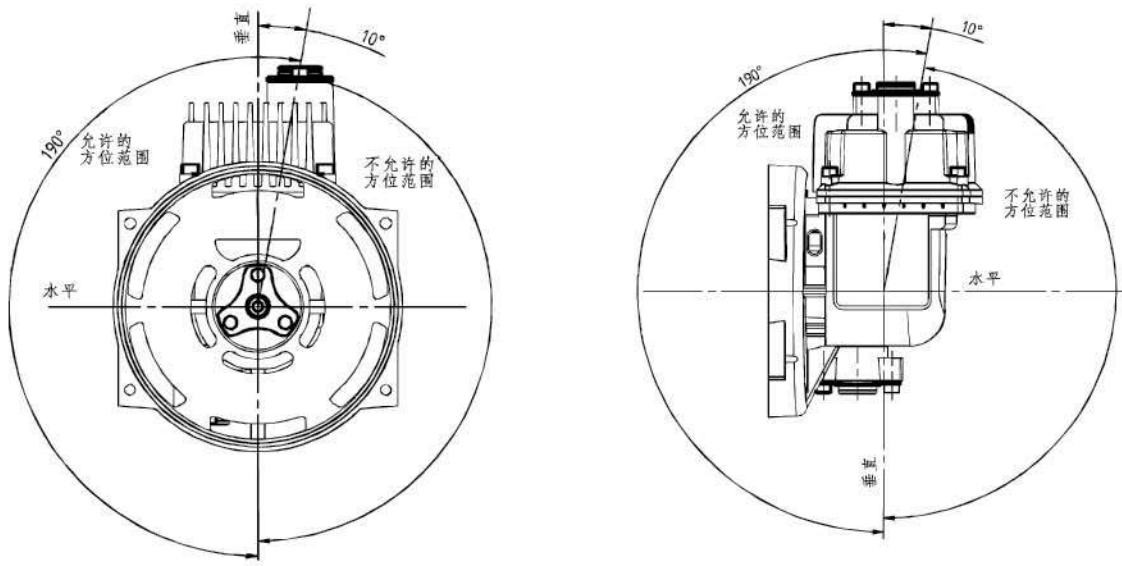

图 1 许可的DURR 安装方位
- ◇ 为了防止液体进入泵内，油气回收泵的安装方位必须符合图1的要求。